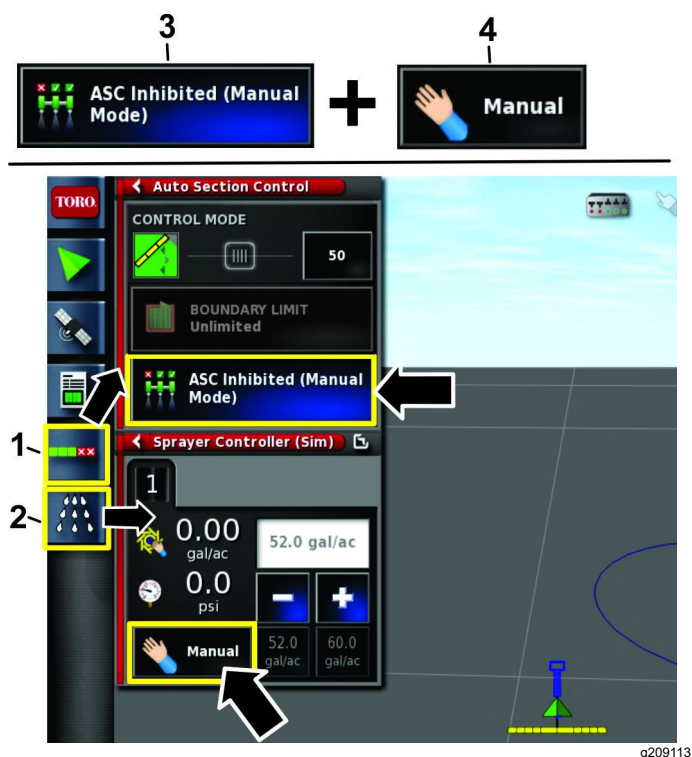

Figura 114
1. Pressione o ícone Configuração do controlo automático de secções e o ícone Comando do pulverizador (Figura 114).
2. No ícone de controlo da taxa de aplicação, selecione MANUAL (Figura 114).